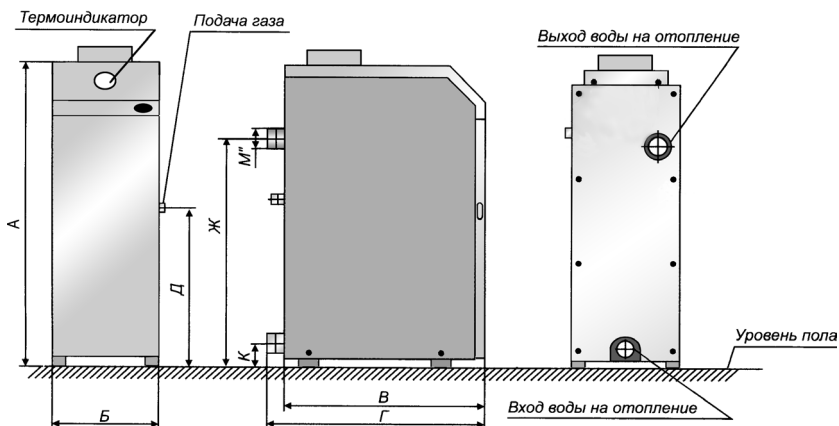
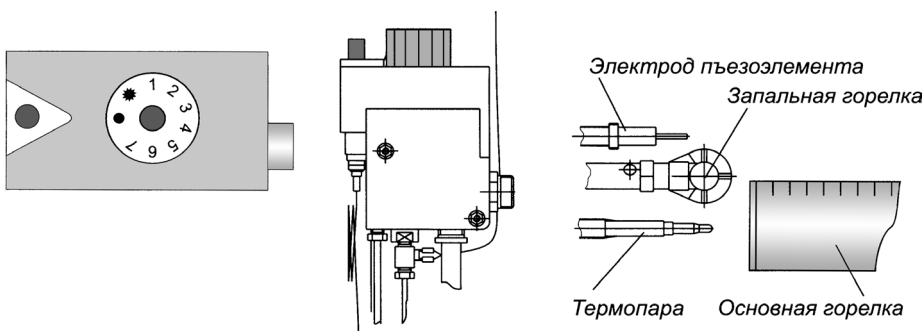

Рис. 1. Общий вид котла «VEGA»
Рис. 7.
5.1. Котел (рис.1) выполнен в виде напольного шкафа прямоугольной формы, лицевая сторона которого закрыта дверкой, обеспечивающей доступ для запуска котла и управления его работой.
Термостат (датчик тяги) поз.10 служит для обеспечения безопасной работы котла. Снаружи корпус котла покрыт декоративным стальным кожухом, окрашенным порошковой эмалью. В верхней части кожуха котла установлен термоиндикатор, для контроля температуры воды в котле, рис.1.
Изначальное положение круглой рукоятки управления рис.7 в позиции «выключено» (●)
Рис. 7 а
Поверните рукоятку управления против часовой стрелки в позицию розжига () рис.7 а. Нажмите рукоятку управления до упора и не отпуская ее, нажмите кнопку пьезорозжига (на запальной горелке должен появиться факел пламени). Не отпускайте рукоятку управления в течение 20-30 с. Отпустите рукоятку управления и проверьте наличие пламени на запальной горелке. Если нет пламени, повторите данную операцию, увеличивая время удерживания нажатой рукоятки управления.
Рис. 7 б
Для включения основной газовой горелки плавно поверните рукоятку управления против часовой стрелки до положения 1...7 (рис.7 б). Максимальная температура теплоносителя соответствует цифре 7 на рукоятке управления. Температуру контролируйте термоиндикатором (рис.1), регулировку температуры теплоносителя (воды) осуществляет термостат газового клапана через термобаллон поз.9, рис.2, вставленный в стаканчик корпуса котла поз.7, рис.2.